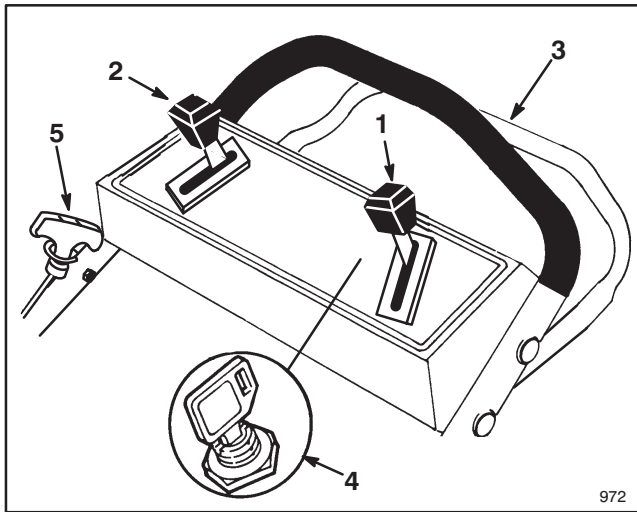

Abbildung 9
1. **BEDIENELEMENTE**—Schlüsselschalter (Elektrostart-Modell), Gashebel, Geschwindigkeitsregler, Betätigungsgriff und Seilstarter befinden sich am oberen Schiebegriff (Fig. 9).
5. **ELEKTRO-SCHLÜSSELSTART**—Schlüssel auf **START** drehen und loslassen, sobald Motor anspringt. Beim Starten des Motors Gashebel von der Position **N** (CHOKE) auf die gewünschte Geschwindigkeit stellen. Reicht der Ladezustand der Batterie zum Starten des Motors nicht aus, kann der Motor mit Hilfe des Rücklaufstarters angelassen werden (Abb. 9).
7. **GESCHWINDIGKEITSREGLER** (Abb. 9)—Der Mäher verfügt über drei Fahrgeschwindigkeiten: Stellung "1" langsam, "2" mittel und "3" Laufgeschwin-